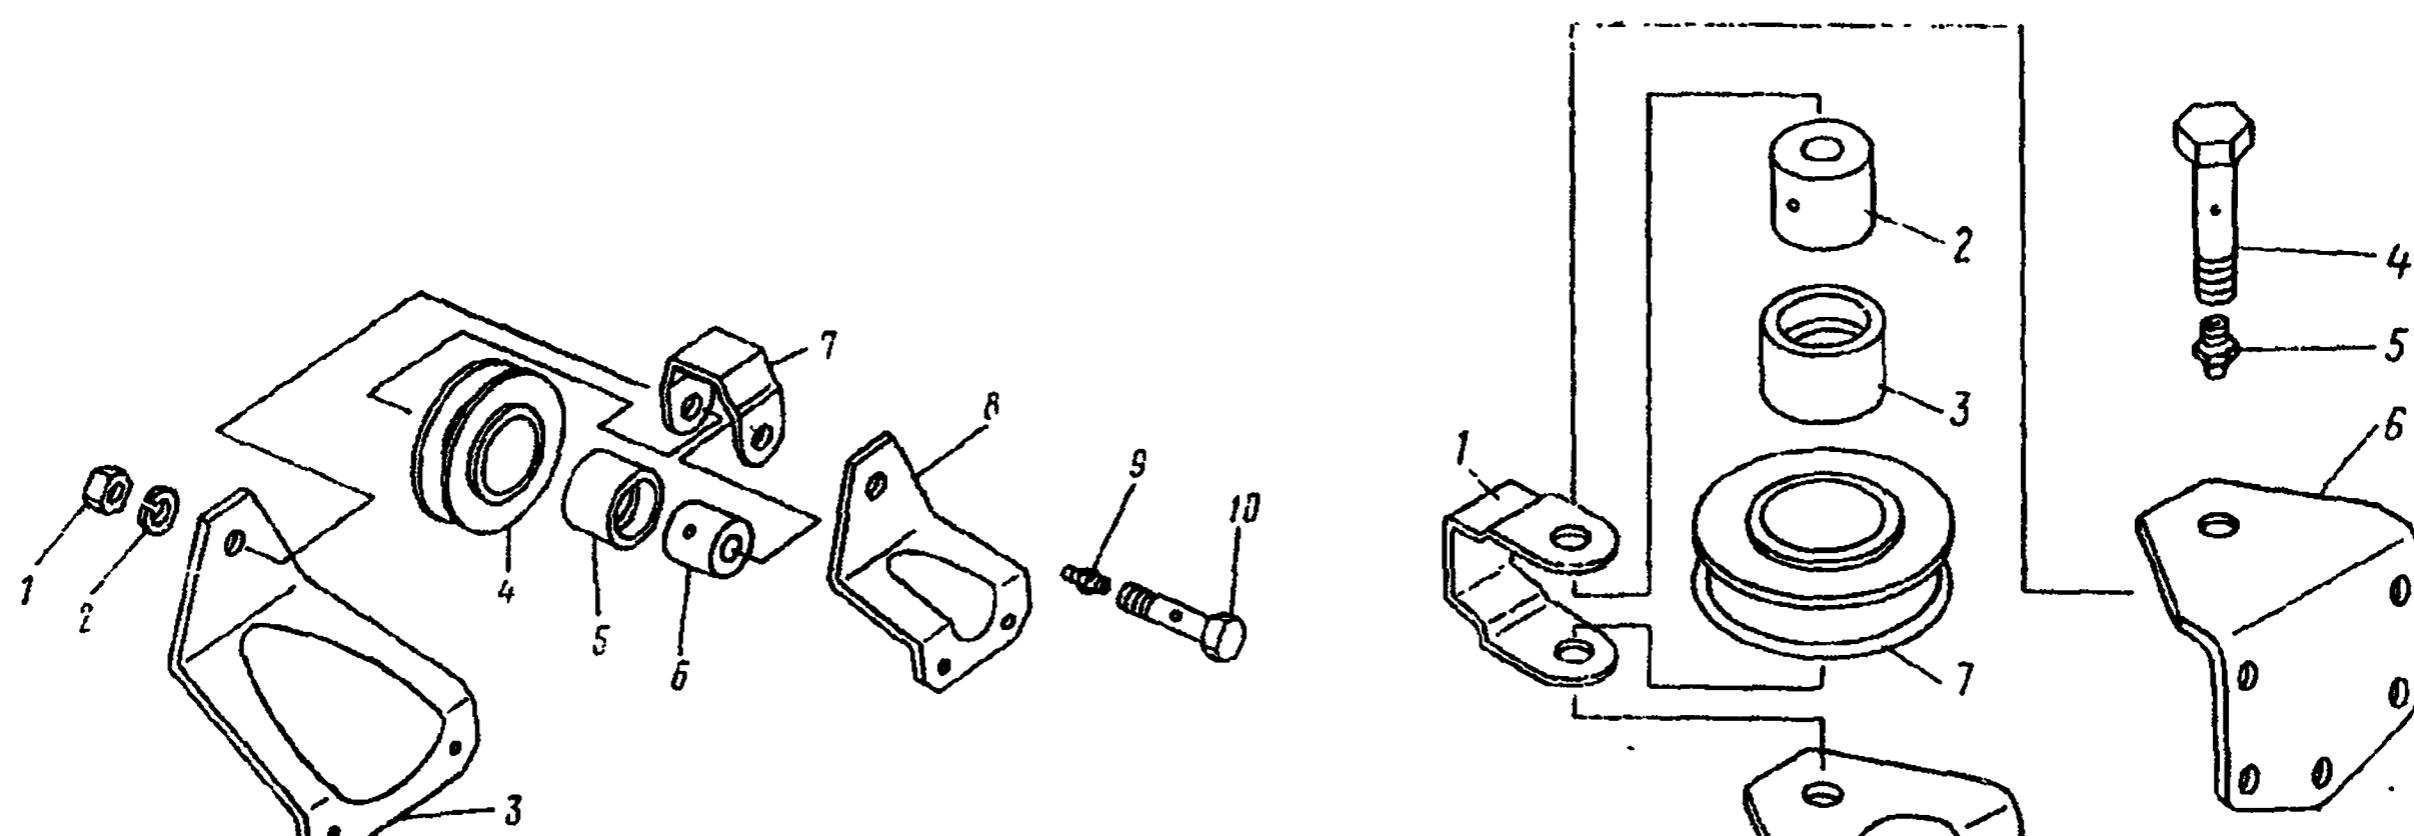

Рис. 344. Ролик опорный первый:
47. Отверните масленку 9 (рис. 344), гайку 1. Снимите шайбу 2, болт 10	—
125. Поверхности втулок 6 (см. рис. 344) покройте смазкой Солидол Ж и заложите смазку в полость болта 10	Посуда для смазки, кисть, шприц